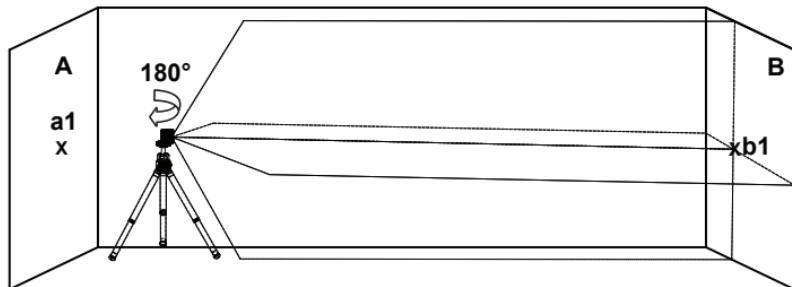

Figura 2
- 5) Gire el láser 180° hacia la pared **B**, y marque en la pared el centro de las líneas cruzadas como **b1** (ver la figura 2).